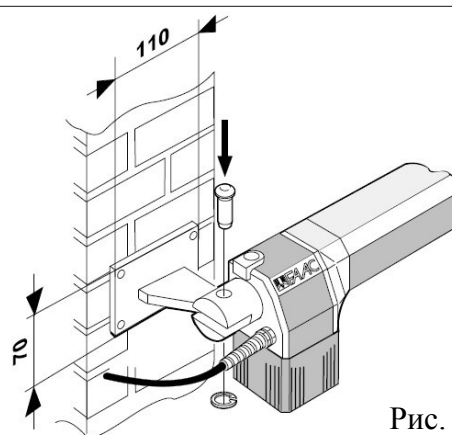

Рис. 5
- 2) Прикрепите привод к кронштейну прилагаемыми в комплекте поставки болтами. (Рис.5)
Важно: Приводы различаются как левый и правый. Для правильной установки руководствуйтесь рис.5.